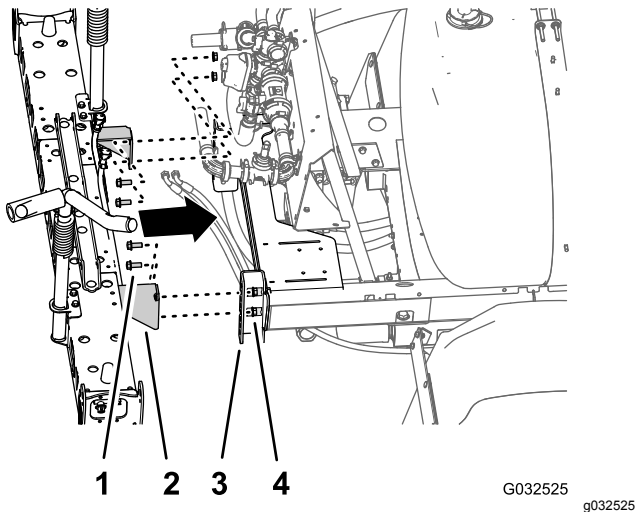

Figura 85
1. Utilizando un equipo de izado con la capacidad de izado especificada, eleve la sección de brazo central y alinee los orificios del soporte de la sección de brazo con los orificios 3° y 6° del perfil de montaje del bastidor del fumigador (Figura 85).
2. Monte la sección de brazo central en los perfiles de montaje (Figura 85) con los 4 pernos con arandela prensada (1/2" x 1-1/4") y las 4 contratuercas con arandela prensada (1/2") que retiró en el paso 4 de Retirada de la sección de brazo central (página 32).